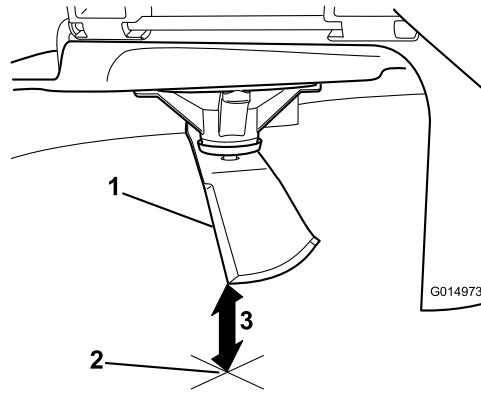

Figura 67
5. Meça da ponta da lâmina até à superfície plana (Figura 67).